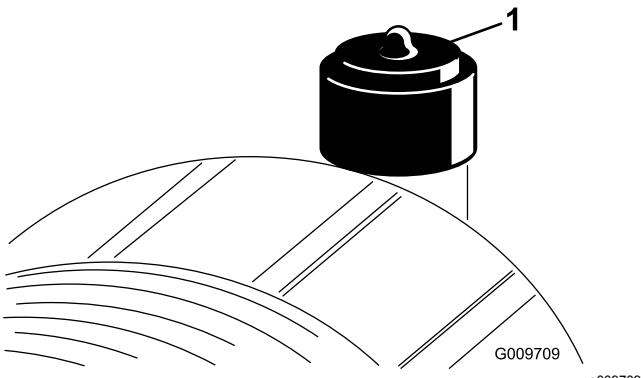

Figura 52
Faça a manutenção ao filtro de ar apenas quando o indicador de manutenção (Figura 52) o exigir. Mudar o filtro de ar antes de ser necessário apenas aumenta a possibilidade de entrar sujidade no motor quando retira o filtro.
2. Reinicie o indicador (Figura 52) se este se apresentar vermelho.